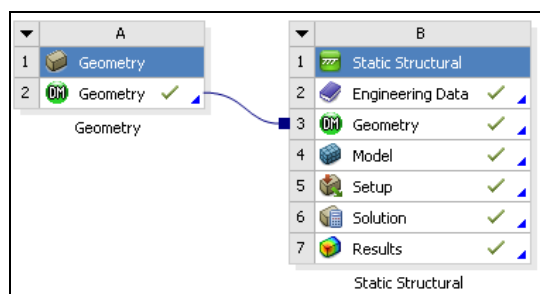

图 1-54 项目管理区中的分析项目
**步骤 01** 单击 Mechanical 界面右上角的  (关闭) 按钮, 退出 Mechanical 返回到 Workbench 主界面。此时主界面中的项目管理区中显示的分析项目均已完成, 如图 1-54 所示。